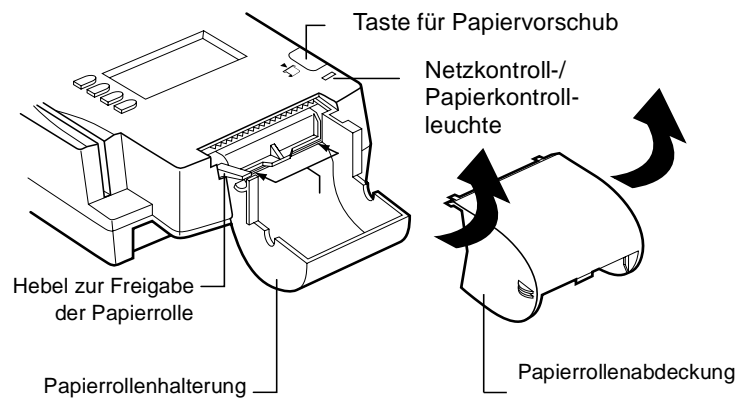

Abbildung 7 Komponenten des Thermodruckers
2. Klappen Sie die Papierrollenabdeckung nach oben (Abbildung 7). Halten Sie die Abdeckung an den beiden Griffflächen an der Seite fest.
Hinweis: Heben Sie zum Einstellen der Papierposition den kleinen Freigabehebel an der rechten Seite der Papierrollenhalterung an, bis dieser in oberer Stellung einrastet (Abbildung 7). Das Papier kann nun frei im Papierpfad bewegt werden. Ist das Papier korrekt positioniert, drücken Sie den Freigabehebel wieder nach unten, bis dieser einrastet.